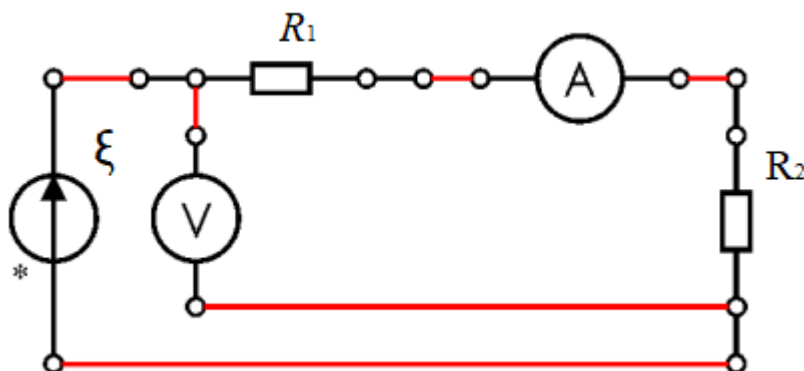

Рис. 10. Схема для проверки закона Ома для полной цепи.
2. Соберите схему на монтажной панели как показано на рис. 10, используя резистивные сопротивления, мультиметры и соединительные провода. Подключите токоведущие провода к источнику питания постоянного тока (8) рис. 8. Сопротивление резисторов R_1 и R_2 , задаются ведущим преподавателем или сотрудником лаборатории. Не рекомендуется использовать резисторы с большим сопротивлением и отличающиеся по значению более чем на два порядка.